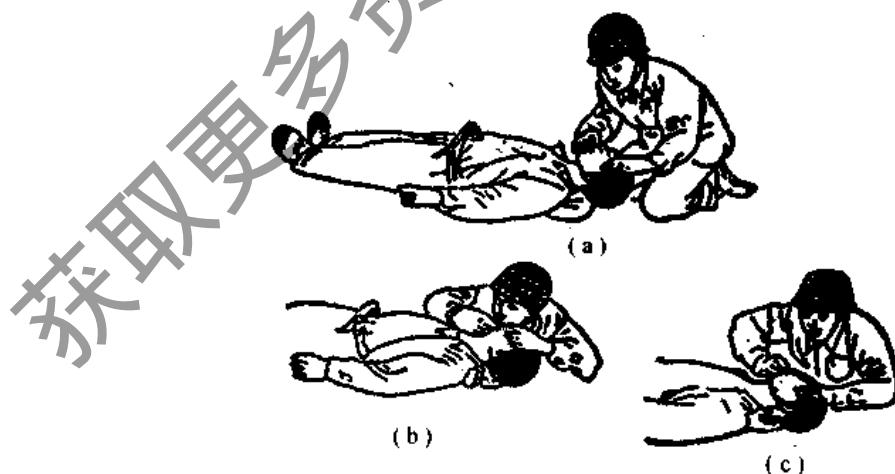

图 10-3 口对口人工呼吸法
- (1) 使触电者平卧，将头部尽量后仰，鼻孔朝天，颈部伸长，如图 10-3(a)所示。
- (2) 救护人员位于触电者一侧，一只手捏紧电者的鼻孔，另一只手掰开他的嘴巴。
- (3) 救护人深呼吸后，紧贴触电者的嘴巴吹气，使其胸部膨胀，如图 10-3(b)所示。
- (4) 救护人换气，放松触电者的嘴鼻，使其自动呼气，如图 10-3(c)所示。